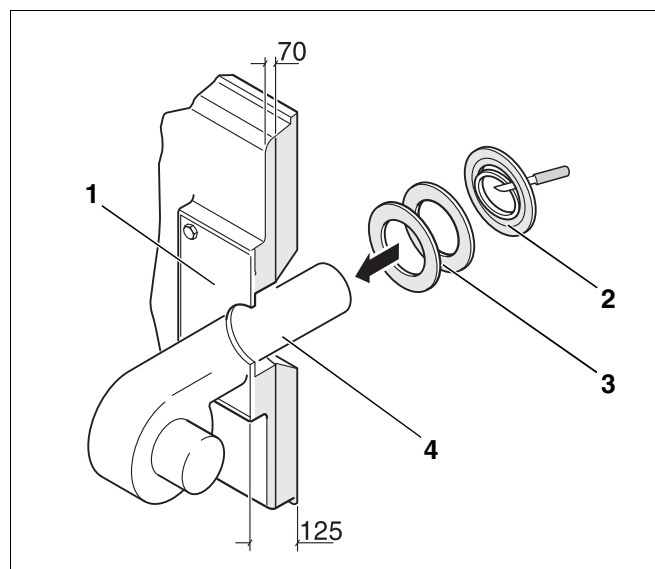

Рис. 28 Установка горелки
- В пластине под горелку (рис. 28, **поз. 1**) на месте монтажа просверлить или вырезать автогеном отверстие в соответствии с требуемым диаметром трубы горелки (диаметр макс. 270 мм). Отверстия для крепления горелки просверлить в соответствии с расположением отверстий на присоединительном фланце горелки.
- Вырезать изолирующие кольца в соответствии с диаметром трубы горелки (рис. 28, **поз. 2**).
- Уложить в щель между теплоизоляцией дверцы горелки и трубой горелки (рис. 28, **поз. 4**) соответствующие изолирующие кольца (рис. 28, **поз. 3**).